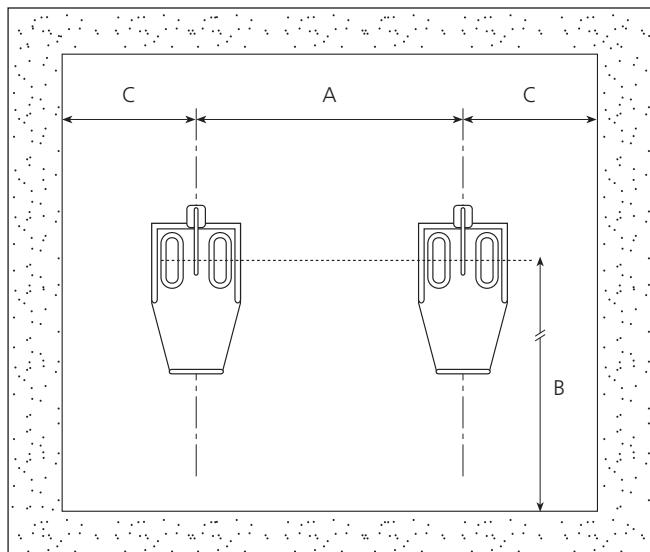
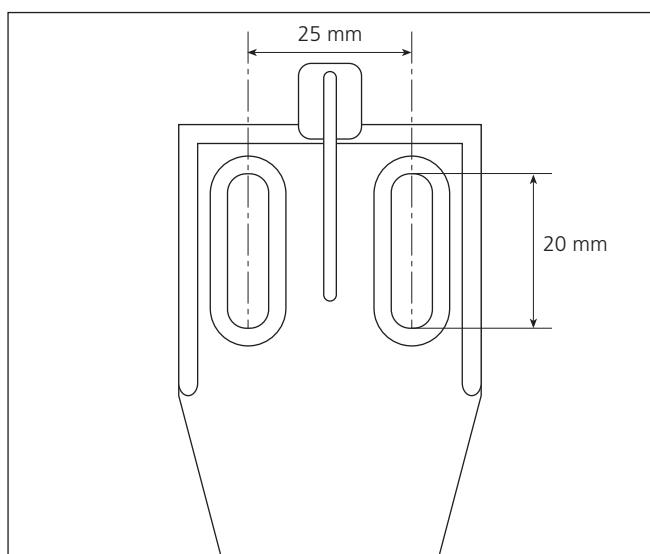

Figure 1
Figure 2 : Détail du support de la partie supérieure
- Pratiquer 4 orifices dans le mur en respectant les distances indiquées sur le tableau 1, figure 1 et figure 2.